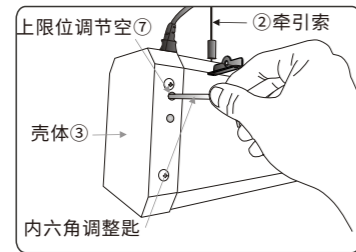

图24
- 调节牵引索电机上限位时,先将上限位调节孔⑦胶塞拔出来,再将内六角调整匙插入孔内(如图24),并将遥控器处于学习状态,按牵引索上行键(参照遥控电子定位),顺时针旋转内六角调整匙时,银幕下降(银幕离安装位置距离增大)。逆时针旋转时,银幕上升(银幕离安装位置距离减小)。